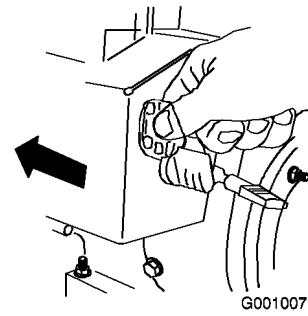

Figura 28
- Inserite la chiave di accensione (Figura 28).